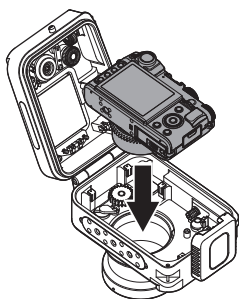

図4
- 4 カメラの電源をOFFにして、図4のようにカメラを本製品にセットする